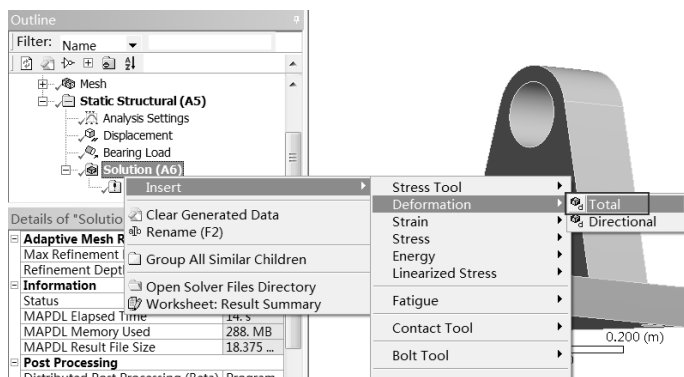

图 5-154 添加求解结果
Step1：在 Outline 栏中的 Solution (A6) 项上右击，在弹出的快捷菜单中选择 Insert Deformation Total 命令，添加变形分析结果，如图 5-154 所示。